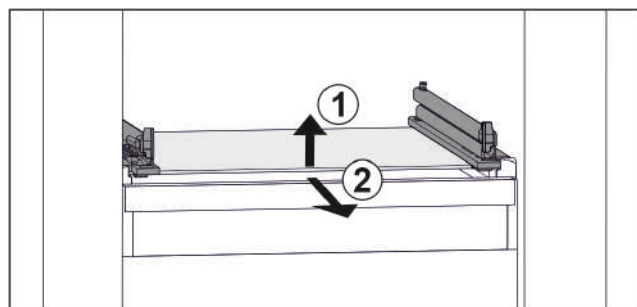

Fig. 111 Representación de la placa de vidrio a modo de ejemplo
- ▶ Levante la placa de vidrio por delante. Fig. 111 (1)
- ▶ Retire la placa de vidrio hacia adelante. Fig. 111 (2)